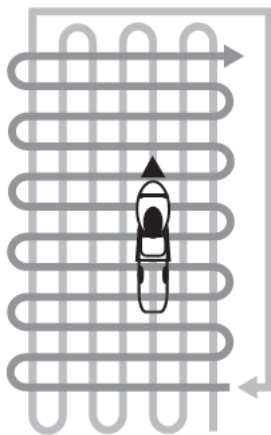

Рис. 12 Схема перпендикулярного скашивания
7. При скашивании в тяжелых условиях (п.3-6) рекомендуется проводить повторный покос с меньшей высотой скашивания. На Рис. 12 представлена схема движения газонокосилки. Газон будет выглядеть лучше, если он будет скошен на одинаковую высоту и в разных направлениях.